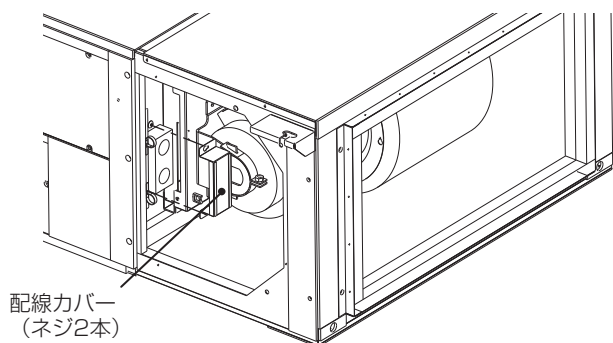

図2
2. 図2で示す配線カバーを取外します。固定ネジ2本をゆるめ、カバーをずらして引抜きます。